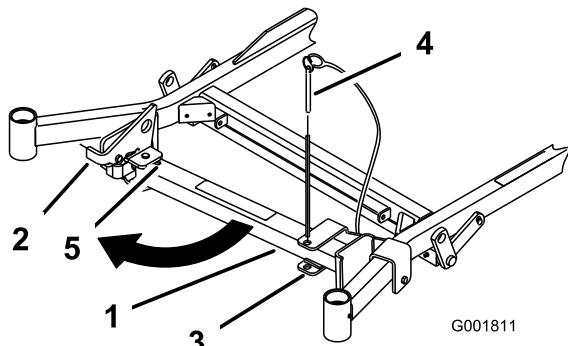
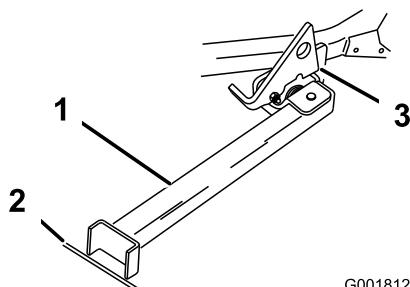

Figura 33
Figura 34
2. Retire el pasador del soporte (Figura 33).
3. Levante el enganche. Gire el pie del soporte hacia adelante, y deslice el soporte hacia la máquina, hasta que encaje en la parte de abajo de la ranura (Figura 33 y Figura 34).
6. Ponga el pie del soporte en el suelo con el enganche descansando sobre la pestaña de giro (Figura 34).
Nota: Para obtener los mejores resultados, coloque el pie del soporte en una ranura de la acera o en el césped (Figura 34).
8. Conduzca la máquina sobre el soporte. Pare cuando el enganche caiga por encima de la pestaña a la posición bloqueada (Figura 34). Una vez que esté sobre el soporte, ponga el freno de estacionamiento y apague el motor.
7. Ponga el soporte de nuevo en su posición de descanso (Figura 33).